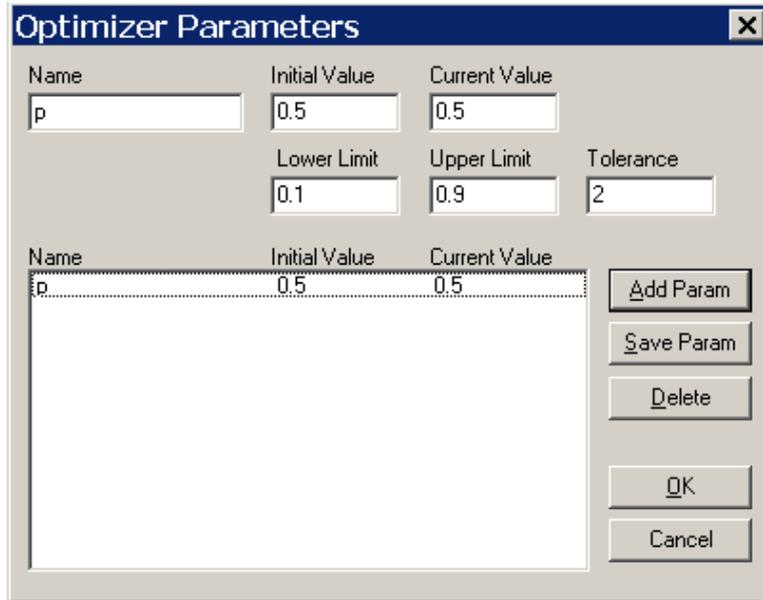

Рисунок 8.5 – Определение оптимизируемого параметра
8.4.4 Положение движка соответствующего потенциометра связать с варьируемым параметром (рис. 8.5, б). Запустить процесс оптимизации (команда **Tune>Auto>Start**).